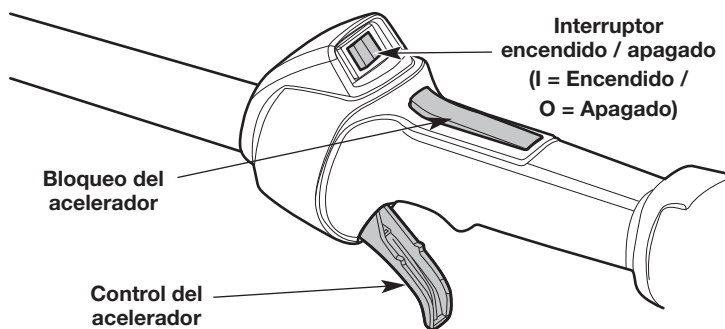

Fig. 15
NOTA: No hay necesidad de encender la unidad. El interruptor de Encendido/Apagado debe estar en la posición **Encendido (I)** en todo momento (Fig. 15).
3. Oprima y mantenga apretado el bloqueo del acelerador (Fig. 15). Apriete y mantenga oprimido el control del acelerador (Fig. 15).
2. Oprima y mantenga apretado el interruptor de encendido/apagado en la posición **Apagado (O)** hasta que el motor se pare por completo (Fig. 15).
4. Oprima y mantenga apretado el bloqueo del acelerador (Fig. 15). Apriete y mantenga oprimido el control del acelerador (Fig. 15).